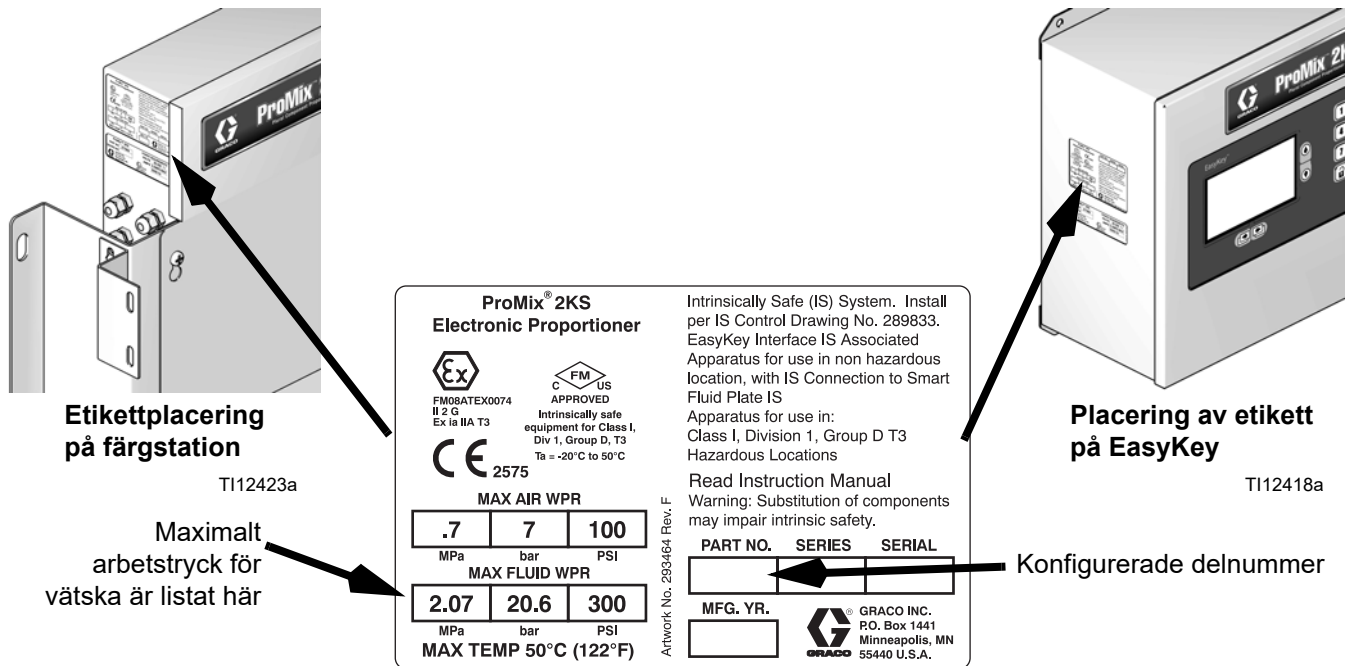
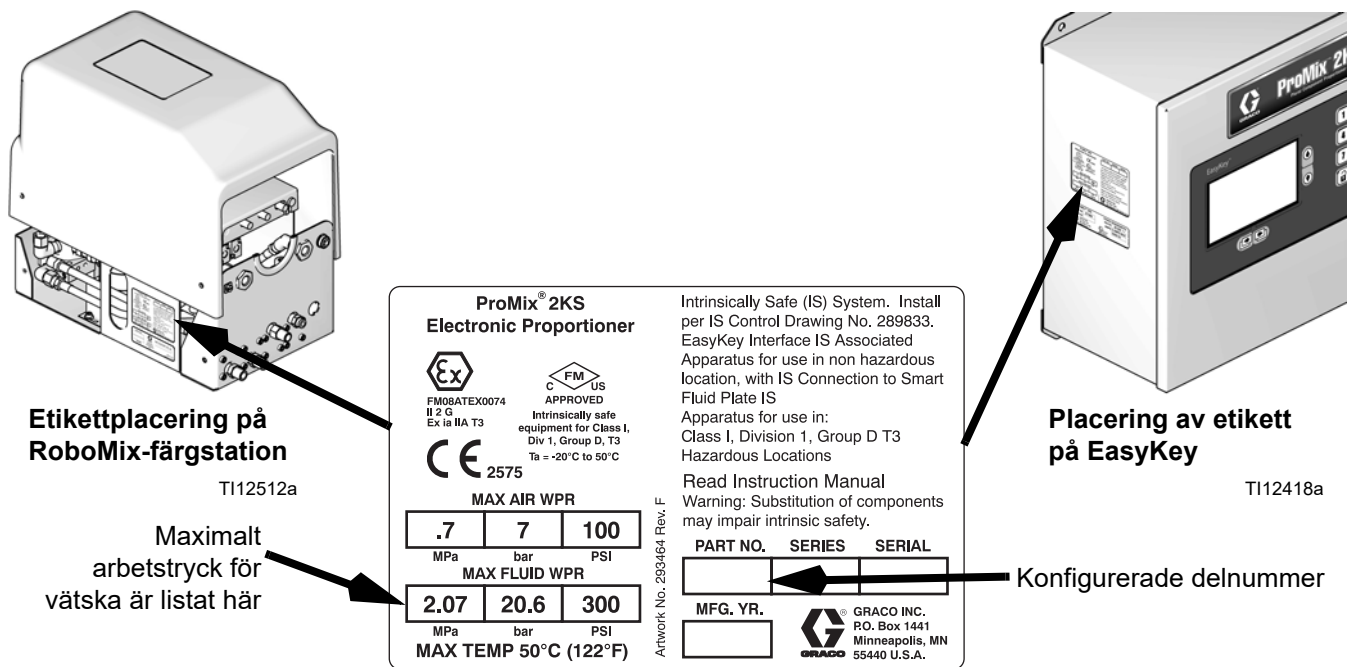

FIG. 1: Märkplåt, automatisk Färgstation väggssystem
FIG. 2: Märkplåt, RoboMix automatiska färgstationsystem
Godkännanden för utrustningen visas på följande etiketter som är fästa på färgstationen och EasyKey™. Se FIG. 1 på sidan 4 och FIG. 2 på sidan 6 för placering av etiketter.
Det konfigurerade delnumret för din utrustning är tryckt på utrustningens märkplåt. Se FIG. 1 för märkplåtarnas placering. Delnumret inkluderar en siffra från var och en av följande sex kategorier, beroende på ditt systems konfiguration.
**Se märkplåt på din EasyKey eller färgstation för systemets högsta arbetstryck. Se FIG. 1.**
Det konfigurerade delnumret för din utrustning är tryckt på utrustningens märkplåt. Se FIG. 2 för märkplåtarnas placering. Delnumret inkluderar en siffra från var och en av följande sex kategorier, beroende på ditt systems konfiguration.
**Se märkplåt på din EasyKey eller RoboMix färgstation för högsta arbetstryck. Se FIG. 2.**